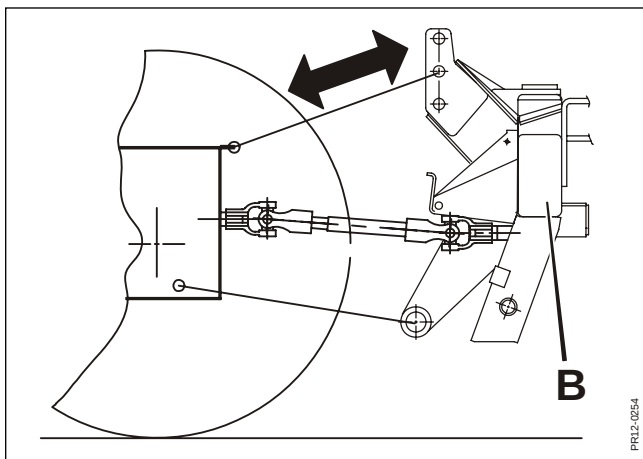

Fig. 2-14
- Fig. 2-14** Maskinen sänks ner till arbetsläget och toppstångens längd justeras så att bärramen **B** står lodrätt.